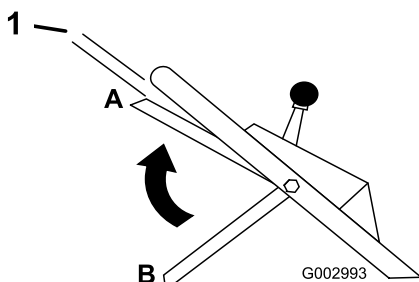

Figura 20
10. Levante la barra de control de la cuchilla hasta 2.5 cm (1 pulg.) aproximadamente del manillar; consulte la posición A en Figura 20.